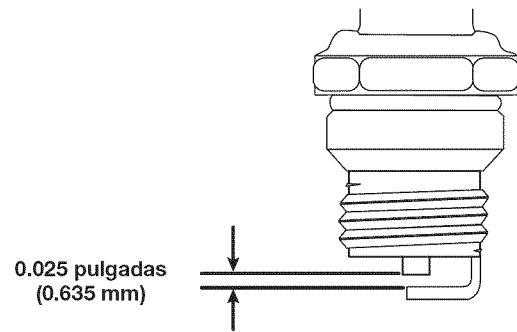

Fig. 29
6. Use un calibrador de hoja para ajustar abertura de la bujía a **0.025 pulgadas (0.635 mm)** (Fig. 29).